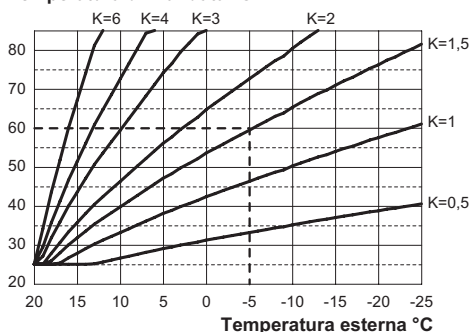
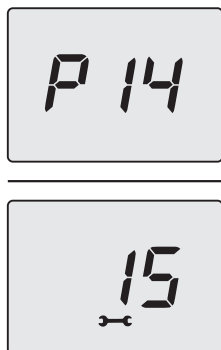

Figura 5.60
Figura 5.66
Se alla caldaia **È COLLEGATO** il comando remoto (opzionale) riferirsi alla Figura 5.60.
Quando si installa la sonda esterna bisogna impostare questo parametro in base al rendimento dell'impianto di riscaldamento per ottimizzare la temperatura di mandata (Figura 5.60).
Es. Per avere una temperatura di mandata all'impianto di riscaldamento di 60°C con una esterna di -5°C si deve settare un K di 1,5 (linea tratteggiata in Figura 5.60).
- Utilizzando i tasti 12 o 14 è possibile modificare il valore del parametro 14 da un minimo di **00** ad un massimo di **60** in base alla curva scelta del coefficiente K in Figura 5.60 (il valore letto sul display, in Figura 5.66, corrisponde a **K = 1,5**).